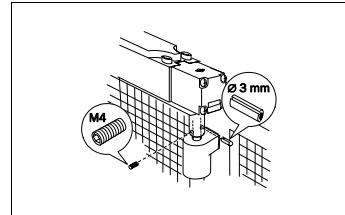

Fig. 2: garanzia dell'accoppiamento geometrico tra albero di commutazione e cerniera
- Collegare l'albero di commutazione dell'interruttore di sicurezza e la cerniera con vite senza testa M4 e spina di registro di Ø 3 mm (vedere Fig. 2).